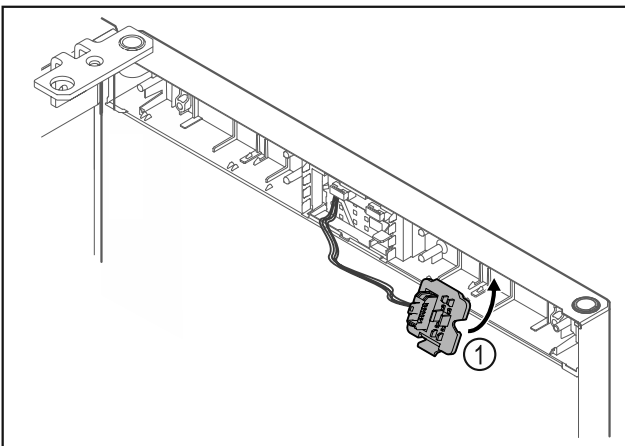

Fig. 22
- Innestare il porta-connettore Fig. 22 (1) sul lato opposto.